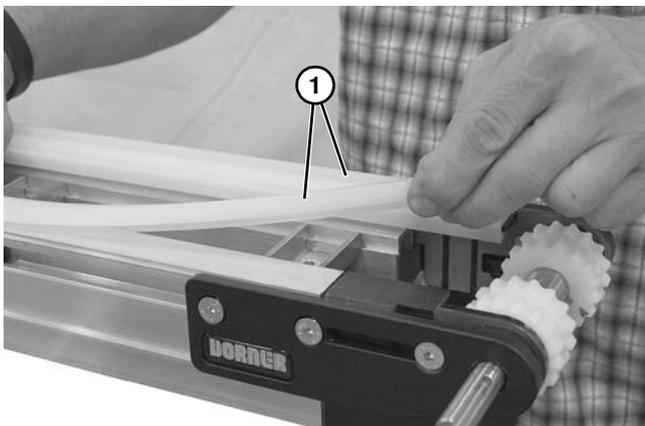

Abbildung 66
2. Obere Verschleißstreifen (**Abbildung 66, Teil 1**) abnehmen.